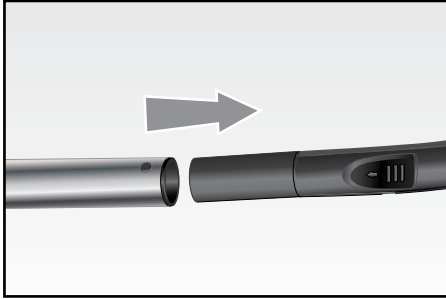

Fig. 3
- Inserire il tubo telescopico (P) sull'impugnatura (Fig. 3).